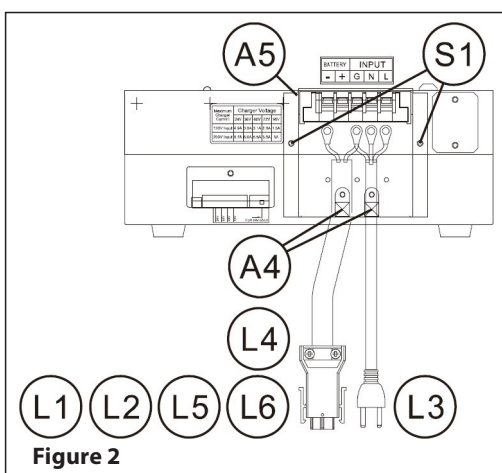

Figure 2
4. Brancher les câbles de batterie au boîtier de batterie (**Figure 2**).